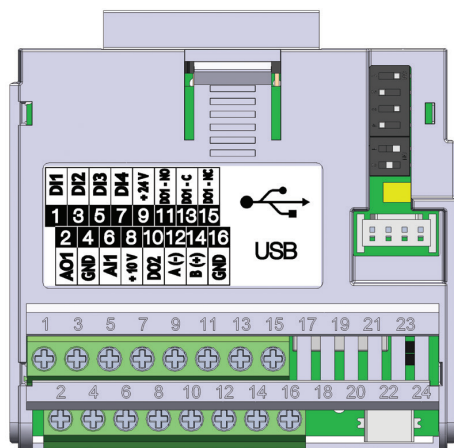

Abbildung 17.3: Steckmodul CFW500-CUSB
Das CFW500-CUSB Steckmodul verfügt über eine Serielle Schnittstelle (1) über den RS-485-Port an den Anschlussklemmen 12 (A1-) und 14 (B1+), sowie eine Serielle Schnittstelle (2) über den USB-Port am Mini-USB-Standardanschluss (Mini-B), vgl. Abbildung 17.3 auf Seite 17-1.